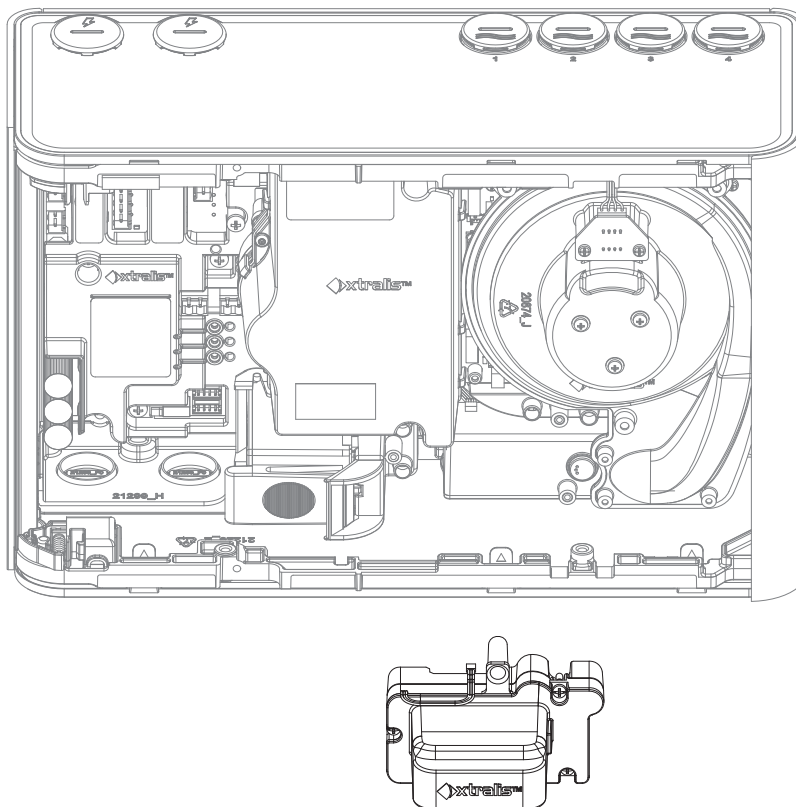

Figura 7-22: Desinstalación del módulo de muestreo
6. Retire el módulo de muestreo. Asegúrese de incluir la junta de goma de la base del módulo de muestreo (Figura 7-22).